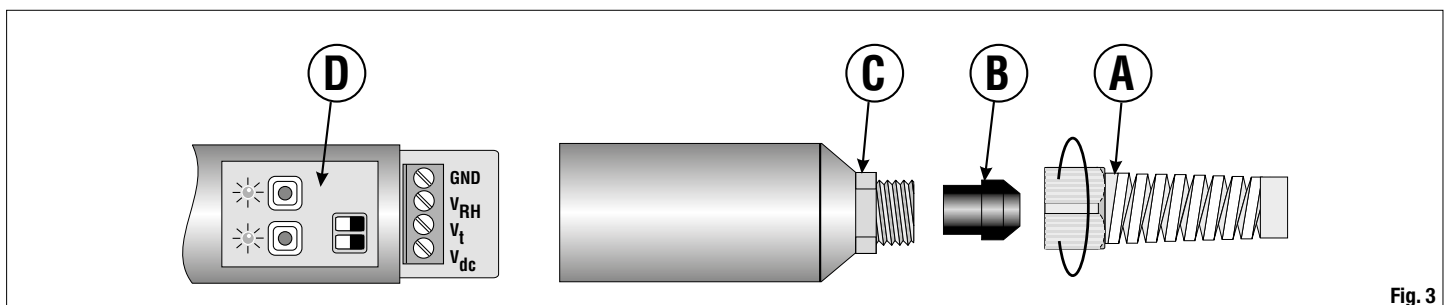

Fig. 3
Para acceder a la placa de bornes del transmisor, proceder como sigue (véase la fig. 3). Destornillar el pasahilo A, quitar el cachito B y destornillar el hondo C. Insertar el cable a través de los tres elementos A, B y C y conectar a la placa de bornes. Cerrar de nuevo todo teniendo fijo el cable, mientras que se cierra el pasahilo A para evitar de pliegarlo.
1. Para acceder a la placa de bornes, destornillar el pasahilo A (véase la fig. 3) teniendo fijo el cable para evitar que se pliegue. Tirar hacia atrás el cauchito y destornillar el hondo del instrumento.
1. Para acceder a la placa de bornes, destornillar el pasahilo A (véase la fig. 3) teniendo fijo el cable para evitar que se pliegue. Tirar hacia atrás el cauchito y destornillar el fondo del instrumento.